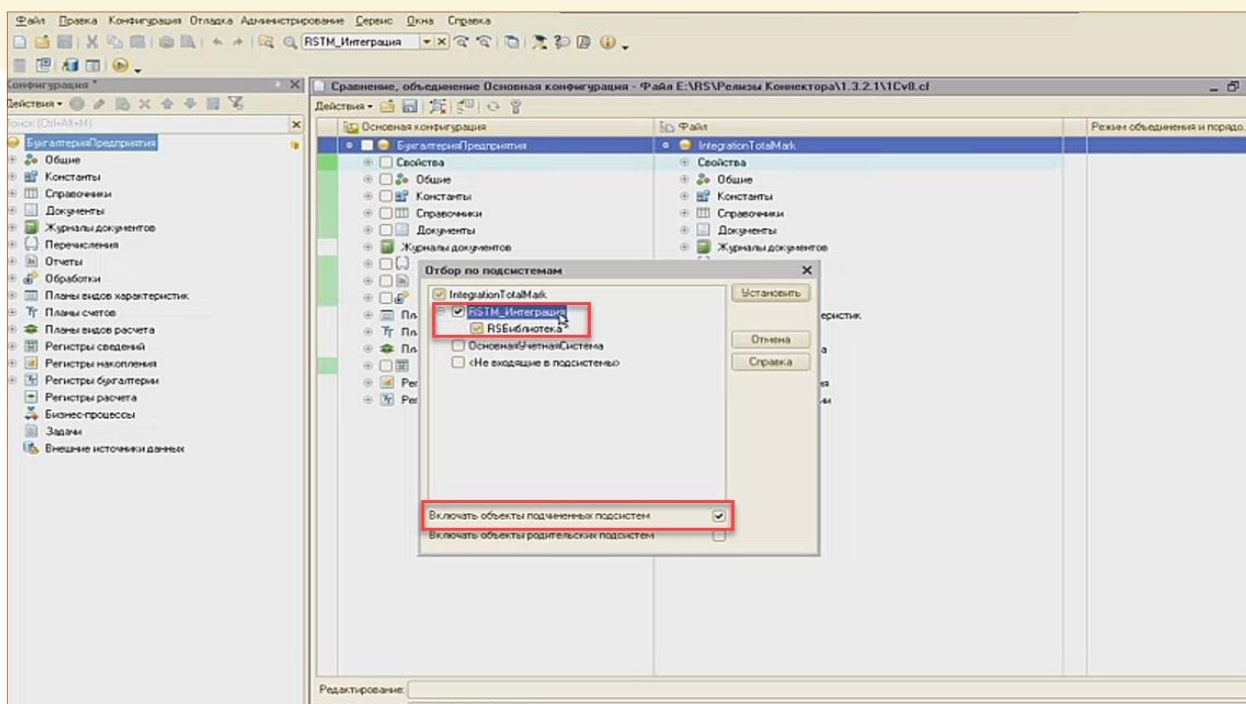

Рис. 11.9 - Объединение конфигураций
- Требуется установить флажки только для подсистемы RSTM_Интеграция и RSБиблиотека. А также необходимо включить объекты подчиненных систем (Рис. 11.9).